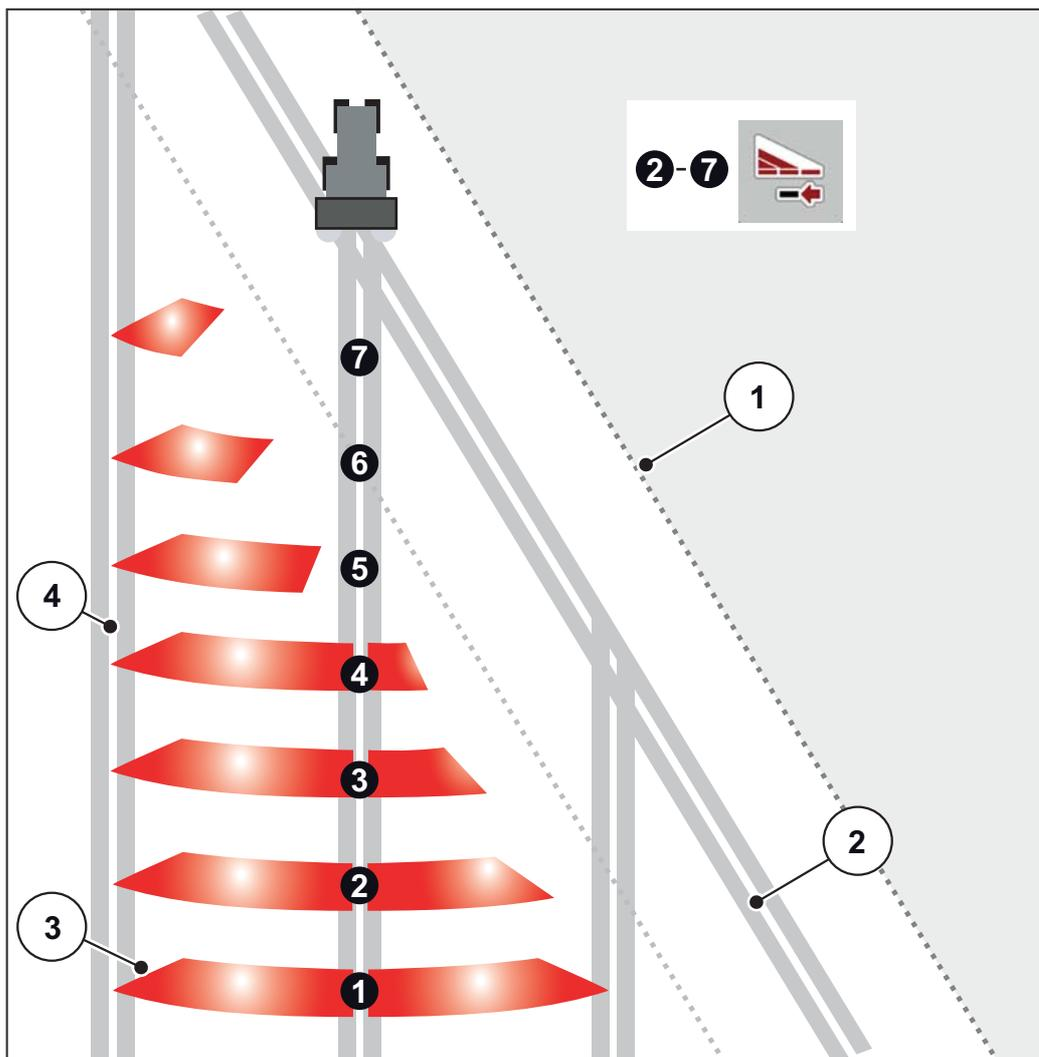

Figure 5.2 : Coupure de largeurs partielles automatique
- La coupure de largeurs partielles est possible de l'extérieur vers l'intérieur ou de l'intérieur vers l'extérieur. Voir figure 5.2.